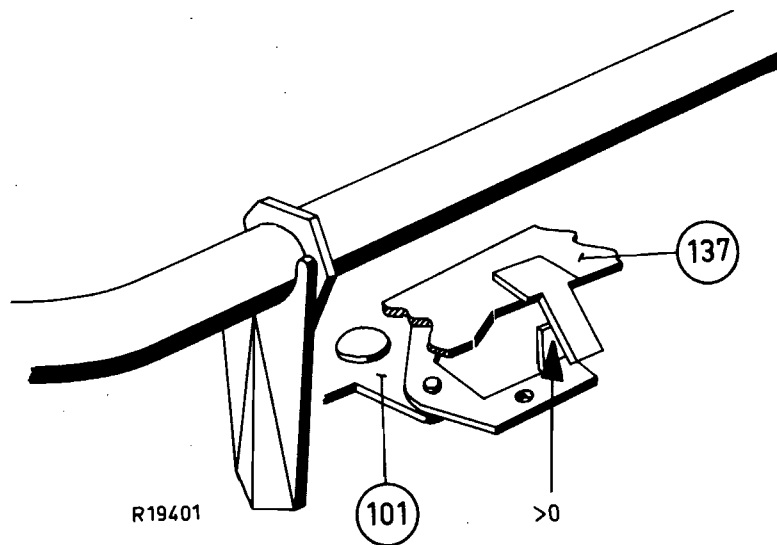

Fig.12
3. Wanneer de arm op de steun zit en het wisselmechanisme in de ruststand staat mag bij het schakelen naar "AUT" en "MAN" de opstaande lip van de stopbeugel niet tegen het beugeltje op de p.u.-armbeugel aanlopen (zie fig. 12).